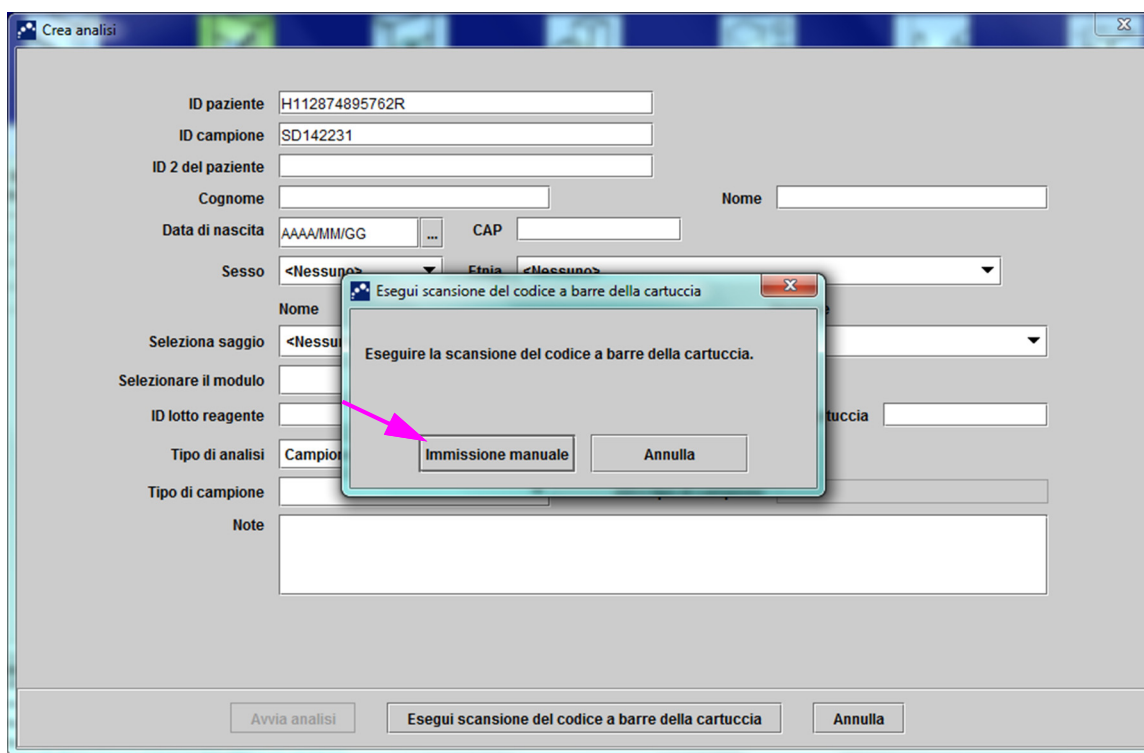

Figura 5-21. Finestra di dialogo Esegui scansione del codice a barre della cartuccia
3. Eseguire la scansione del codice a barre dell'ID del campione mediante il lettore di codici a barre fornito. Vedere la Sezione 5.5. Viene visualizzata la finestra di dialogo Esegui scansione del codice a barre della cartuccia. Vedere la Figura 5-21.